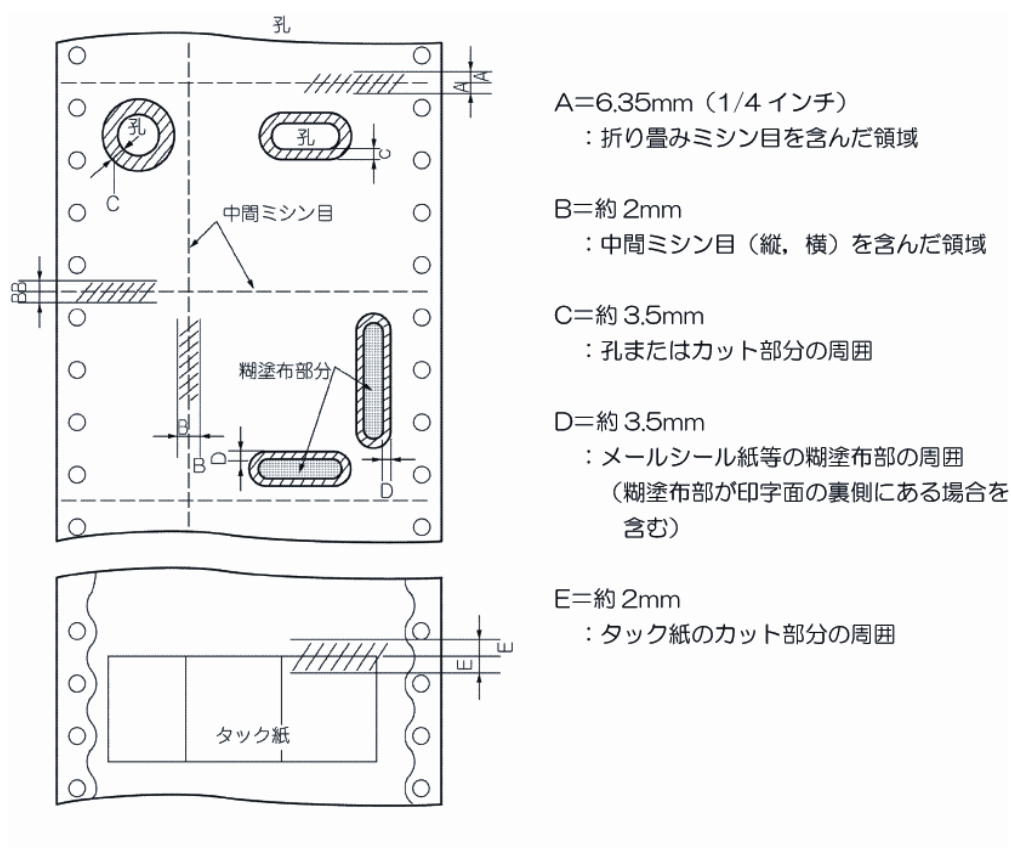
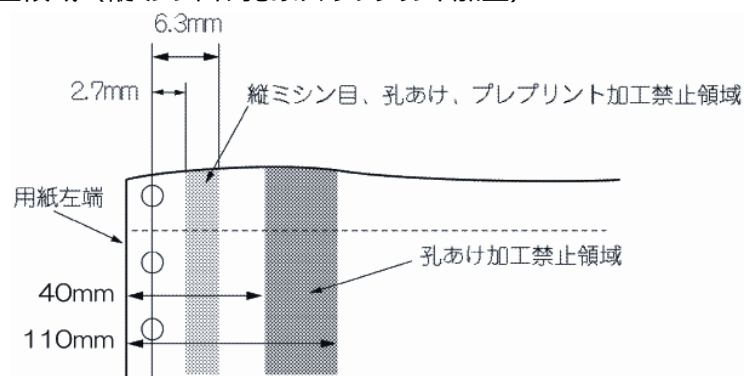

図 3.2 印字禁止領域
図 3.3 加工禁止領域
該当する禁止領域例を図 3.2、図 3.3 に示します。
- (3) 中間ミシン目の凹凸やバリの存在が印字品質低下の原因となります。凹凸やバリの無い用紙を使用すると共に、ミシン目近傍の印字を避けたデザインとしてください。余白の目安は約 2mm です。(図 3.2 参照)
- (4) 中間ミシン目から裁断したときに印字データが分割されてしまうことを防ぐため、ミシン目近傍に重要なデータを印字することは避けてください。余白の目安は約 2mm です。(図 3.2 参照)
- (5) 当社装置には構造上、縦ミシン目を設けることのできない領域が規定されているものがありますので注意してください。(図 3.3 参照)
- (6) 中間横ミシン目の本数が多くなると、用紙のパツキやスタッカ障害の原因となります。中間横ミシン目の本数はできるだけ少なくしてください。多くなる場合は、タイノカット比率を工夫すると共に、十分に事前確認をする必要があります。